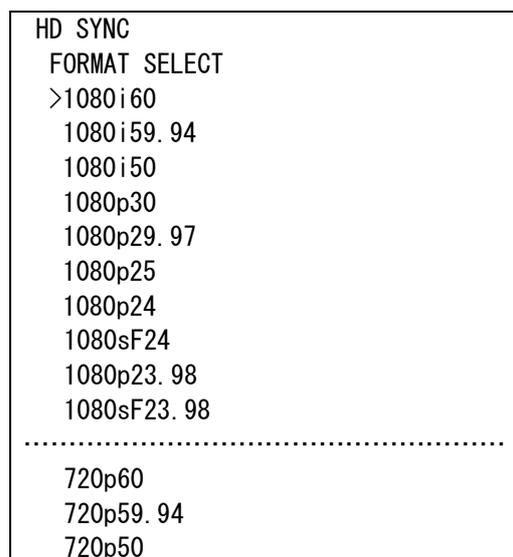

図 4-65 オンスクリーンメニュー(HD SYNC 例)
- 5) 「HD SYNC[SYC]」を選択すると図 4-65 のような設定メニューが表示されるので、ツマミを回して「1080i60[8i60]」から「720p50[7p50]」のどれかを選択し、**ENTER**ボタンを押して設定を決定します。設定を決定する前に **MENU** ボタンを押すと設定は変更前の状態に戻ります。
(49) REF PHASE